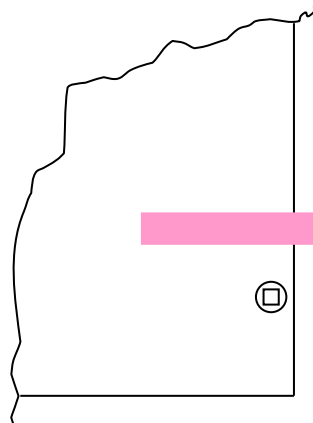

Figura 1.2 Aplicarea sigiliului autoadeziv peste ușa cutiei de măsurare/BMP_T/BMP_M
1.2 Sigilarea cutiei de măsurare/BMP_m/BMP_t prin utilizarea doar a sigiliului autoadeziv [REDACTED] (Figura 1.2). În acest caz se va utiliza modelul de sigiliu autoadeziv prezentat în Figura 1.5.